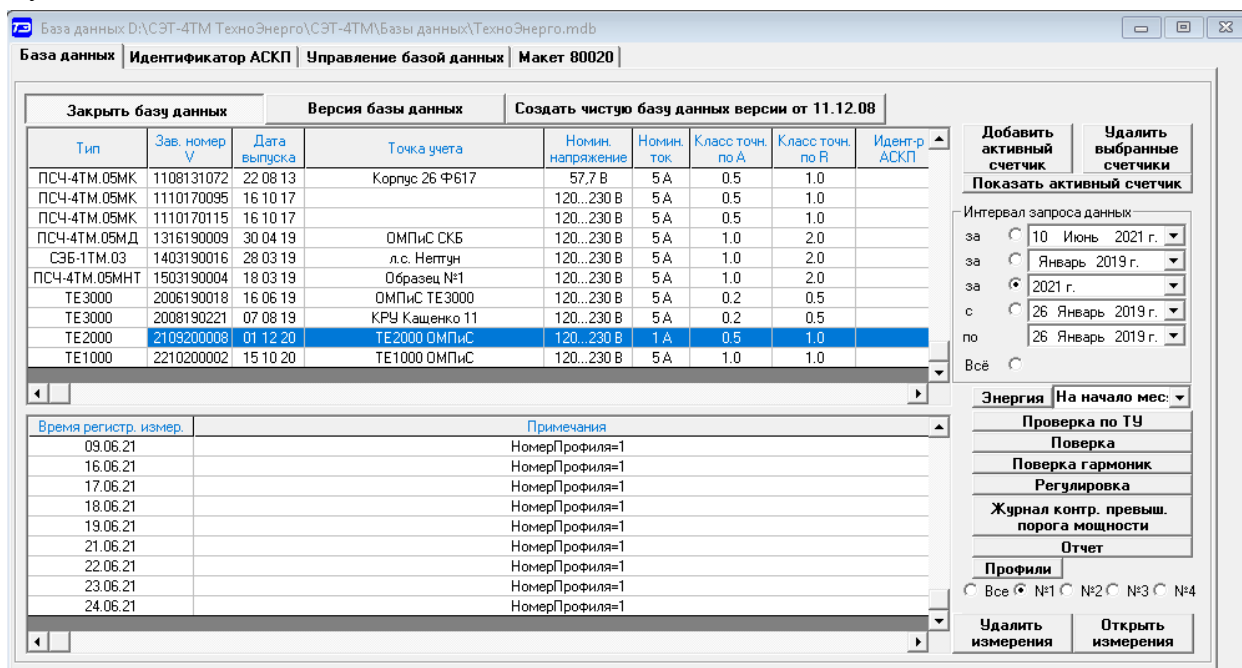

Рисунок 22 – Форма «База данных»
4.13.15 Для визуализации сохраненного в базе массива профиля мощности нужно нажать кнопку «Открыть базу данных» и, по запросу конфигуратора, указать путь к требуемой базе. В окне формы появится список счетчиков, параметры которых сохранены в базе. Выделить интересующий счетчик из перечня, установить флаг «Все» в группе элементов «Интервал запроса данных» и флаг «Профиль №1». Нажать кнопку «Профили». При этом будет производиться чтение всех записей базы, относящихся к выделенному счетчику, а в окне «Время регистрации измерения» будет отображаться список дней сохранения информации в базе (рисунок 22). В нижнем окне формы, выделить интересующий день или группу дней левой кнопкой манипулятора «мышь» и нажать кнопку «Открыть измерения». При этом откроется форма «Профиль мощности», в которой отображается информация, прочитанная из базы, аналогично описанному в п. 4.13.7 - 4.13.9.